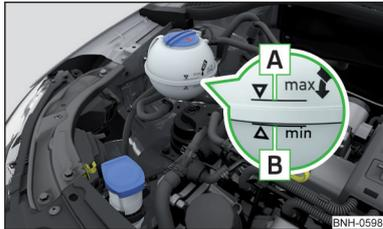

Fig. 155
**Verificar el estado del líquido refrigerante** - el líquido refrigerante tiene que estar entre las marcas **A** y **B** » fig. 155. Si el estado del líquido refrigerante está debajo de la marca **B**, rellenar el líquido refrigerante.
La **especificación** del líquido refrigerante se encuentra en el depósito de compensación del líquido refrigerante » fig. 155.
- No rellenar el depósito de líquido refrigerante por encima de la marca **A** » fig. 155. El líquido refrigerante puede ser presionado por el calentamiento del sistema de refrigeración - Existe el peligro de un daño de las partes del vano motor.